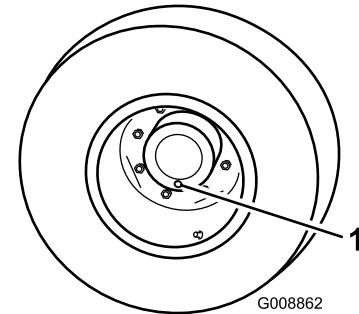

Figure 88
1. Placez la machine sur une surface plane et horizontale et tournez une roue de sorte que l'un des bouchons de contrôle se trouve à la position la plus basse (6 heures) (Figure 88).